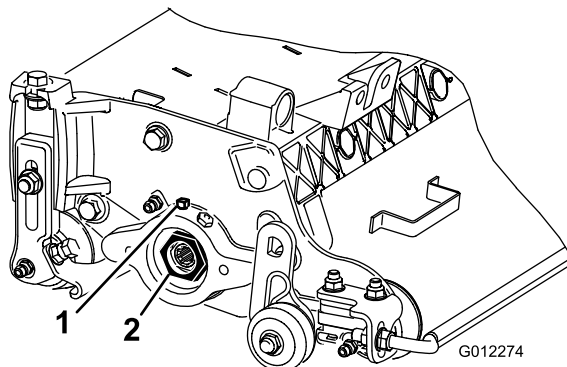

图10
- A. 松开将轴承调节螺母固定至滚刀组左侧轴承座上的外部固定螺丝(图10)。